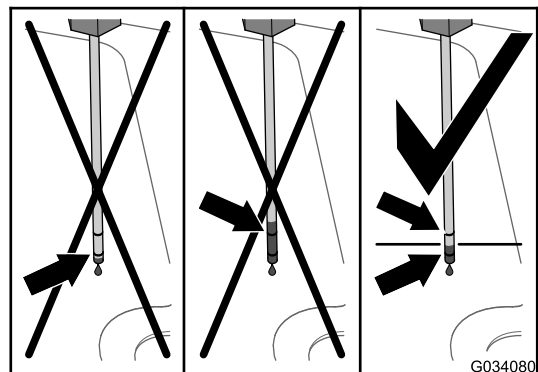

Bild 99
6. Nehmen Sie den Peilstab wieder heraus und prüfen Sie den Ölstand (**Bild 99**).
- Füllen Sie die angegebene Hydraulikölsorte in den Einfüllstutzen, bis der Ölstand zwischen den zwei Markierung am Peilstab liegt (Bild 99).